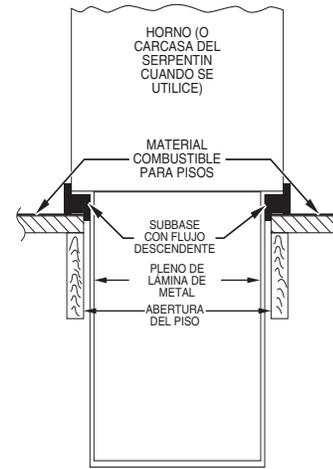
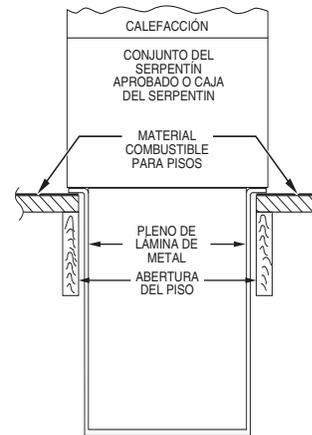

Fig. 11 – Calefactor, pleno y subbase instalados en un piso combustible ^{A96285SP}
Fig. 12 – Calefactor, pleno y conjunto del serpentín o caja del serpentín instalados en un piso combustible ^{A08556SP}
4. Si utiliza una subbase de flujo descendente KGASB, instale según se indica. (Consulte la Fig. 11). Si se utiliza el conjunto del serpentín n.º de pieza CPVP, CAPMP o CNPVP, o la caja del serpentín n.º de pieza KCAKC, instale según se indica. (Consulte la Fig. 12).